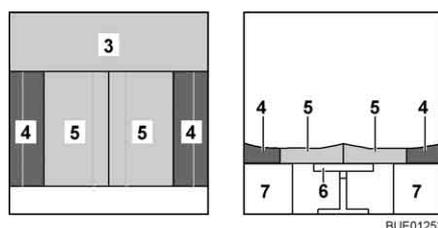

Fig. 103 Después de la transformación
- Poner el cojín del respaldo (Fig. 103,4) en la pared exterior. Tener en cuenta la forma de cuña.
- Presionar los dos cojines del asiento (Fig. 103,5) entre los cojines del respaldo. Tener en cuenta la forma de cuña.